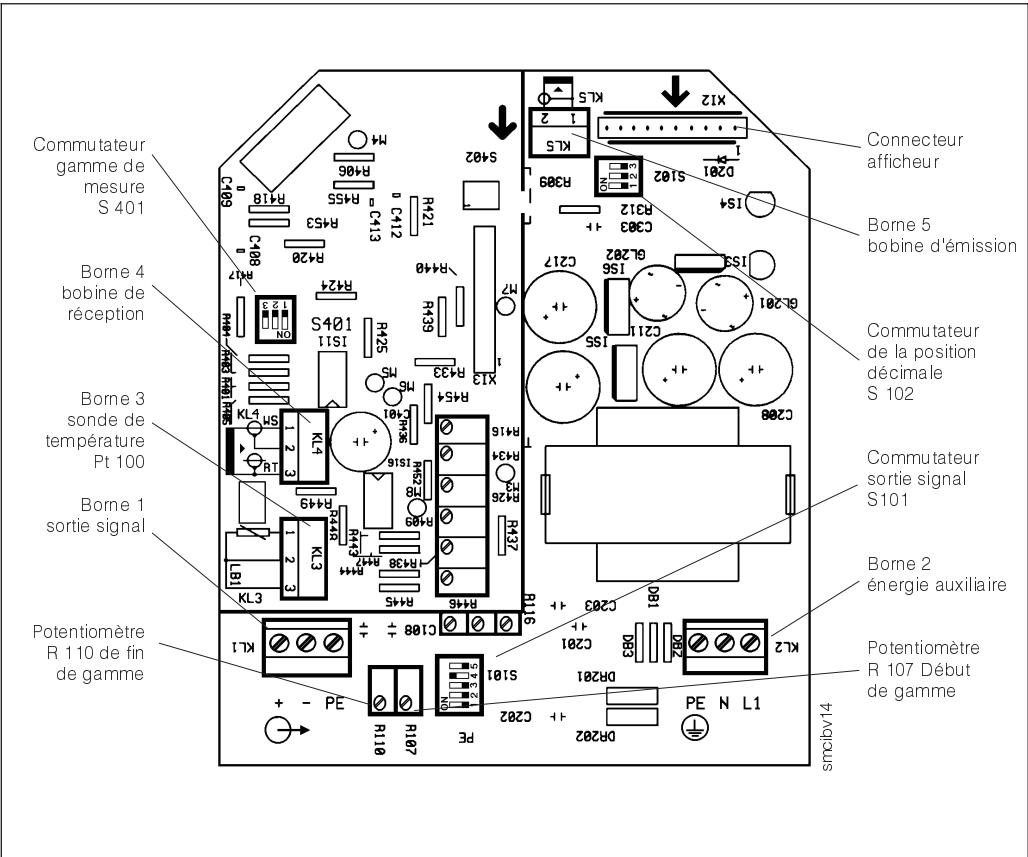

Fig. 6.2 : Vue intérieure du module Smartec CLD 130 avec bornes et connecteurs de commutation de gamme
La sortie signal peut être commutée sur 0...20 mA ou 4...20 mA avec le commutateur S 101 (voir fig. 6.2).
- Régler 0 ou 4 mA avec le potentiomètre R 107 (voir fig. 6.2).
- Régler 20 mA avec le potentiomètre R 110 (voir fig. 6.2).